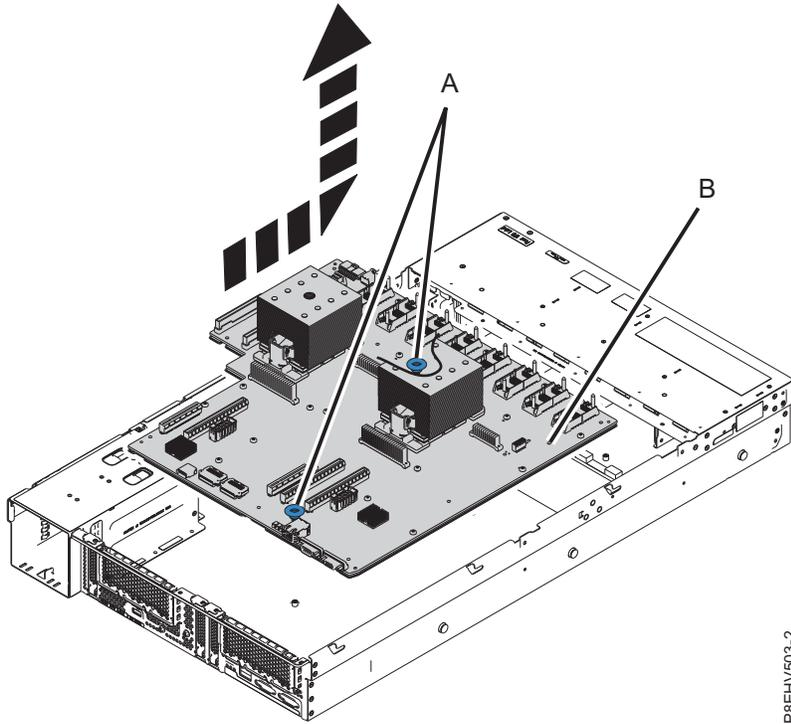

Figura 65. Levantando o painel traseiro
12. Usando os pontos de elevação azul, arraste o painel traseiro do sistema (E) em direção aos ventiladores, em seguida, levante-o para removê-lo. Consulte Figura 65 na página 67.